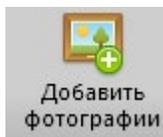

Рисунок 17
5. В режиме подключения через кабель дистанционного спуска затвора Shutter Cable, необходимо вручную загрузить фотографии в программу. Для этого во вкладке «Редактирование» используется кнопка «Добавить фотографии» (рис. 17). Предварительно необходимо подключить камеру по USB (или вставить flash-карту в компьютер). При подключении камеры по USB следует иметь в виду, что возможно добавление файлов только по одному. Наиболее удобным способом является копирование файлов с камеры в папки на компьютере, с последующим добавлением их в программу из локальных папок. Необходимо помнить, что программа обрабатывает только снимки в формате JPG, при съемке в RAW необходимо в любом случае копировать файлы на компьютер с последующей обработкой RAW-файлов в графическом редакторе.